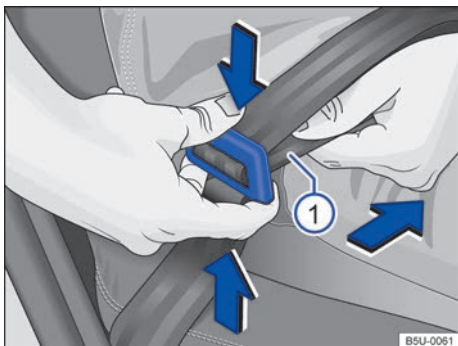

Fig. 55 Liberar la banda para ajustar el cinturón de seguridad.
- Presionar la hebilla \Rightarrow fig. 55 para desbloquear la traba y ajustar la longitud del cinturón de seguridad.
- Tirar del cinturón de seguridad por la parte inferior \Rightarrow fig. 55 ① en el sentido de la flecha.